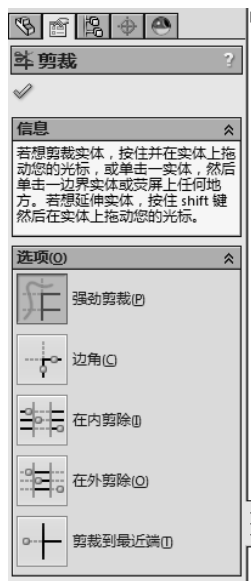

图 3-20 剪裁选项下选择强劲剪裁
- [3] 单击 CommandManager 中的【草图】并选择【剪裁实体工具】。在 PropertyManager 中的“选项”下选择强劲剪裁，如图 3-20 所示。